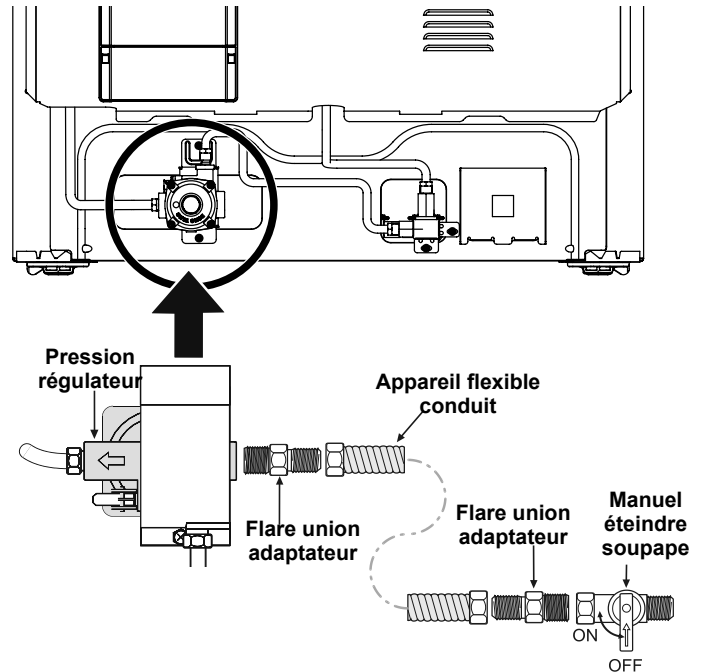

Fig. 8 - Branchement de l'alimentation
- Installez un robinet d'arrêt manuel externe sur la conduite d'alimentation en gaz dans un endroit accessible situé à l'extérieur de la cuisinière. Assurez-vous de connaître l'endroit où se trouve le robinet d'arrêt ainsi que la façon d'arrêter l'alimentation en gaz de la cuisinière (voir fig. 8).
- Installez un adaptateur à raccord-union de 1,3 cm (1/2 po) sur le détendeur sans serrer à plus de 15 pi/lb (voir fig. 8).
- d. Raccordez l'adaptateur de raccord-union au robinet d'arrêt manuel externe (voir fig. 8).
- e. Fixez la conduite de l'appareil à l'adaptateur de raccord-union raccordé au robinet d'arrêt (voir fig. 8).